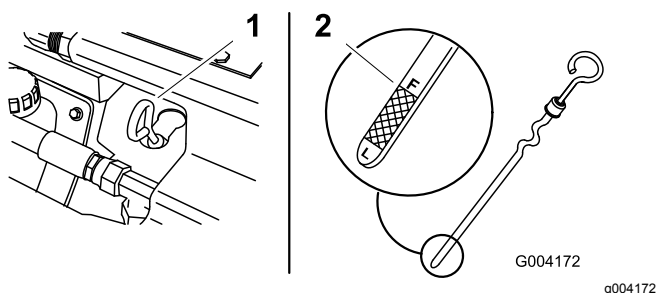

Рисунок 35
4. Очистите область вокруг масломерного щупа (Рисунок 35).
5. Вытяните масломерный щуп и вытрите металлический конец насухо (Рисунок 35).
6. Вставьте щуп в масломерную трубку до упора (Рисунок 35).